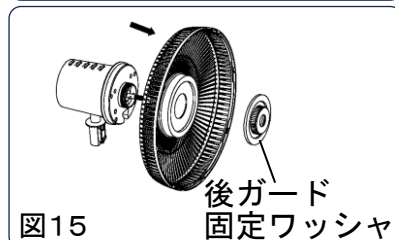

図15
- ⑤ ハネを取り外した後、逆時計回りに後ガード固定ワッシャを回して後ガードを取り外す。(図15)